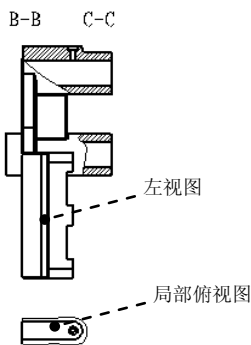
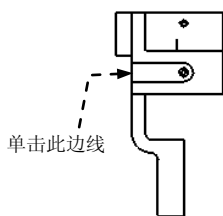

图 8.1.21 创建局部俯视图
图 8.1.22 选取参照
Stage9. 创建图 8.1.21 所示左视图的局部俯视图
Step1. 选取图 8.1.21 所示的左视图，然后选择 **布局** → **投影...** 命令。
(1) 在“绘图视图”对话框中，选取 **类别** 区域中的 **可见区域** 选项，在 **视图可见性** 下拉列表表中选取 **局部视图** 选项。
(2) 绘制局部视图的边界线。
① 在系统 **选取新的参照点。单击“确定”完成。** 的提示下，单击图 8.1.22 所示的边线。